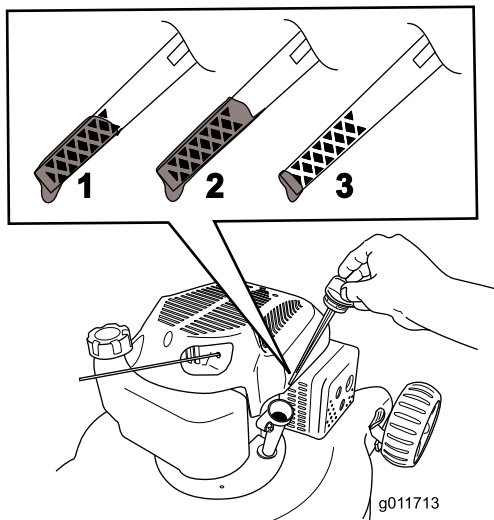

Bild 8
5. Siehe Bild 8, wie Sie den richtigen Ölstand am Peilstab ablesen.
Hinweis: Füllen Sie das Getriebe mit Öl, bis der Peilstab angibt, dass der Ölstand richtig ist, wie in Bild 8 dargestellt. Wenn Sie zu viel Öl in den Motor füllen, lassen Sie etwas Öl ab, siehe „Wechseln des Motoröls“.